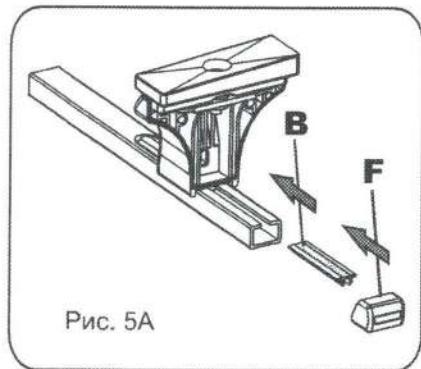

Рис. 5A
5. Теперь вставьте оставшуюся часть линейки (B) в паз поперечины багажника с внешней стороны опоры. А затем поставьте заглушку (F). См рис. 5A, 5B